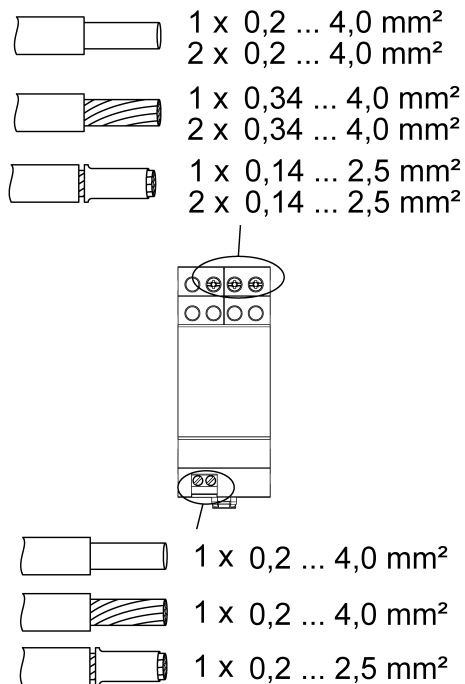

Imagen 3: Secciones de conductor enchufables
- Tenga en cuenta las secciones de conductor enchufables de los bornes de conexión (Imagen 3).